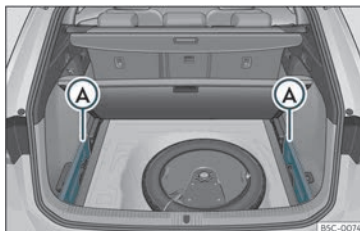

Abb. 111 Im Gepäckraum: Aufnahme zum Verstauen der aufrollbaren Abdeckung.
- Entfernen Sie die Abdeckungen links und rechts»» **Abb. 111** ①.